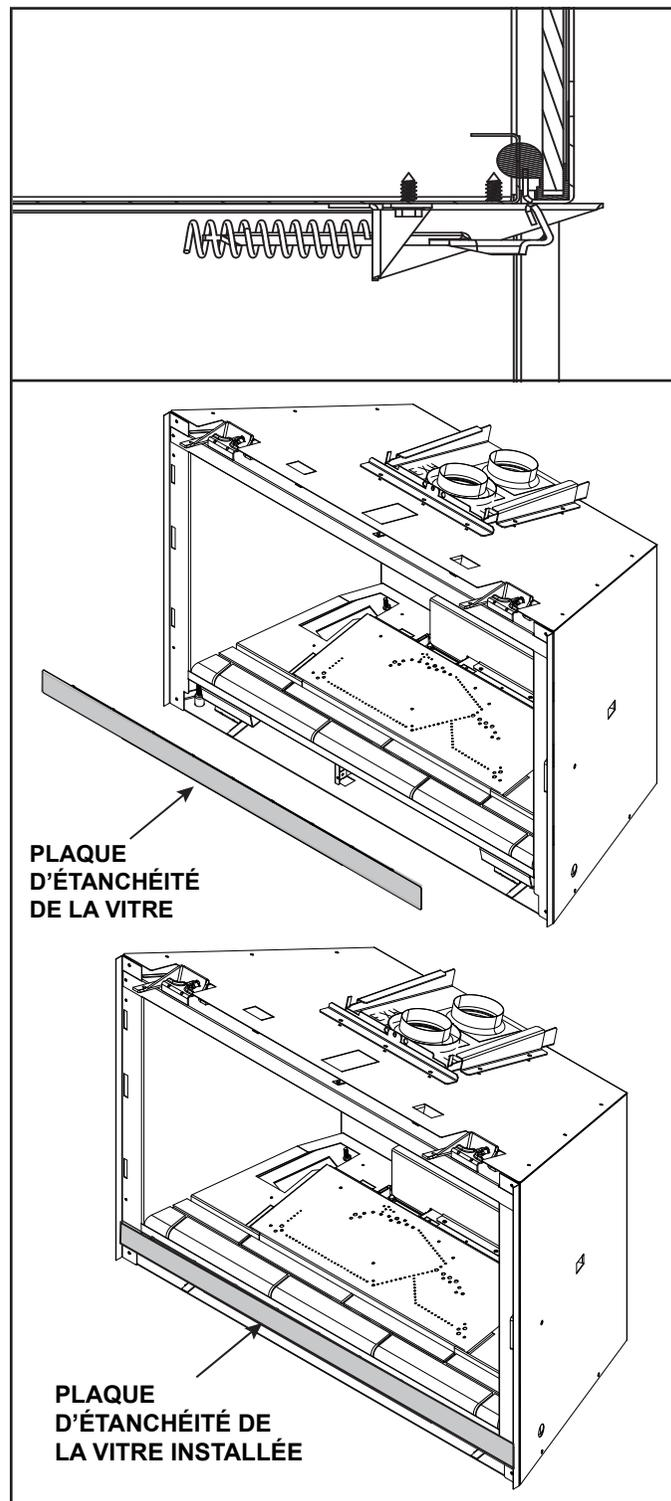

Figure 9.2 Plaque d'étanchéité de la vitre
- L'assemblage de la vitre fixe s'attache au foyer en quatre points. Quatre des mécanismes d'attache sont constitués de verrous à ressort. Un exemple de verrou de vitre est montré à la figure 9.2.